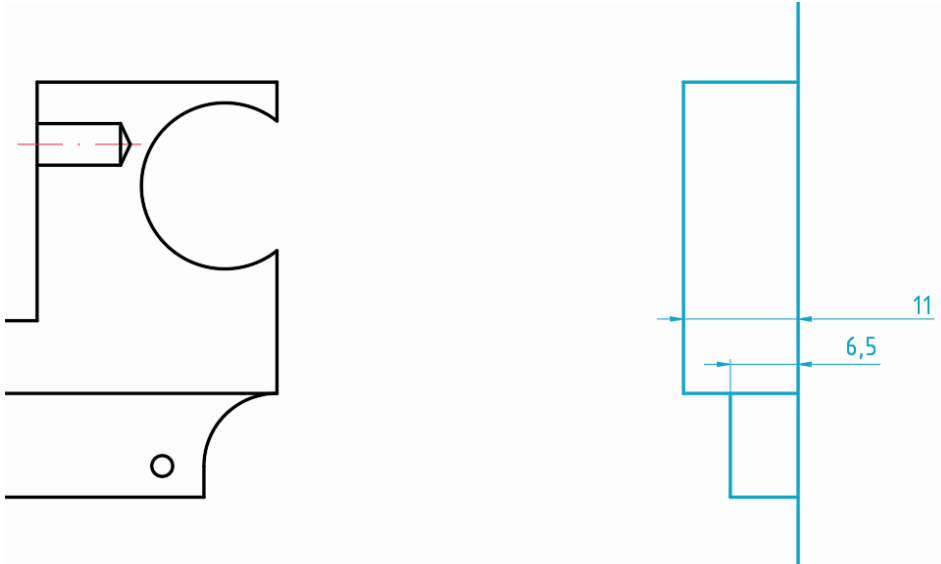

Bild 8.7:
- Zeichnen Sie die vertikale Mittellinie **50** Einheiten rechts von der Kontur ein. Konstruieren Sie dann die linke Hälfte der Ansicht mit Objektfangspur und Texteingabe. Die Gesamtbreite soll 22 Einheiten betragen, die Aussparung 13. Sie können volle Breiten in Brüchen angeben, also **13/2** bzw. **22/2** (Abb. 8.7).